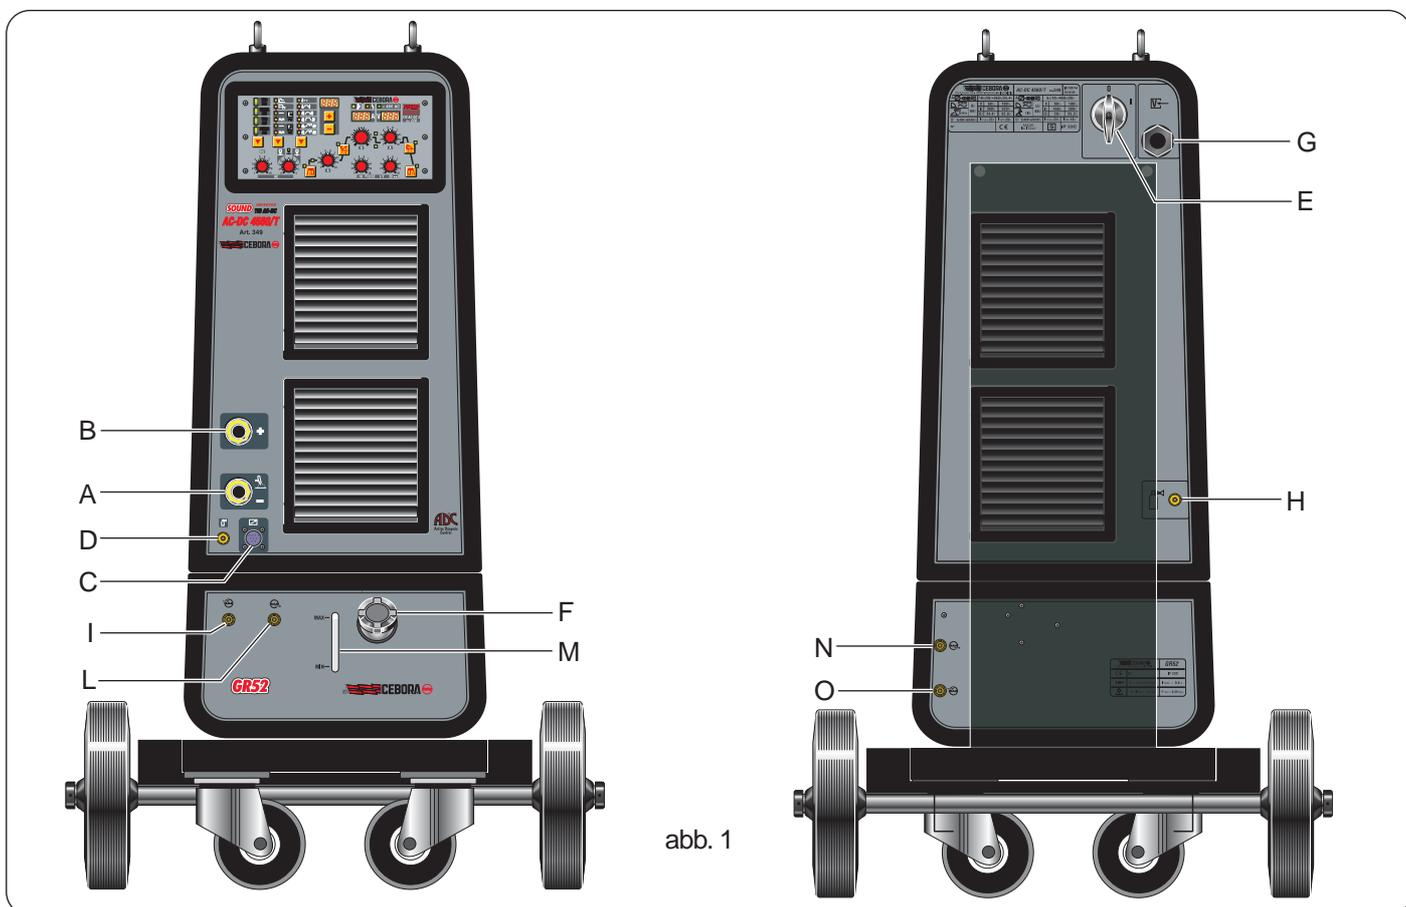

abb. 1
2.2 ERLÄUTERUNG DER TECHNISCHEN DATEN Abb. 1